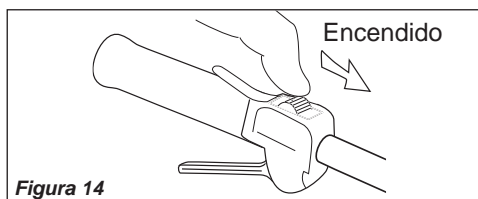

Figura 14
2. Encaje la cuchilla sobre el retén de seguridad y luego centrela sobre el borde del Soporte A. Consulte la figura 14.